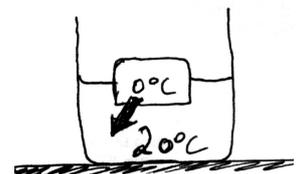

Abb. 8: Das Eis schmilzt so lange, bis das Wasser die Temperatur 0°C hat.
- Welche Folgerungen können aus Abb. 8 über die Temperaturabhängigkeit des chemischen Potentials gezogen werden?